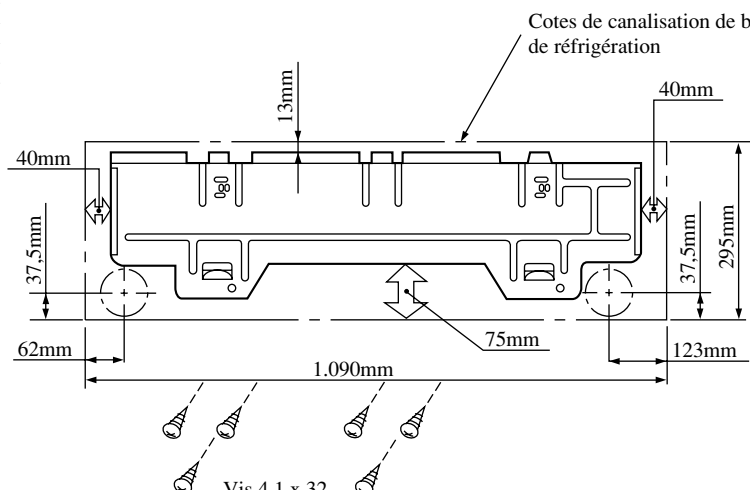

Fig. 3-3
3.1 Faire un trou dans le mur de la pièce comme qu'indiqué sur la figures 3-3 et 3-4, pour assurer un bon écoulement de l'eau de condensation.
- Fixer le support au mur horizontalement avec des vis 4,1 x 32 mm No ② (Voir figure 3-3).